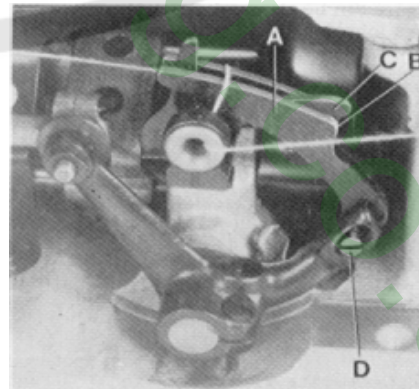

Fig.13
On the two thread double locked stitch styles, the height of the looper thread take-up (A, Fig. 13) is set so, that the cast-off hook (C) forces the looper thread over the corner (B) of the looper thread take-up (A) at the time the point of the descending needle is flush with the lower edge at looper or projects up to 1 mm (.040") below the lower edge of looper.
For setting the looper thread take-up loosen screw (D, Fig. 13).
Bei den Zweifaden-Doppelkettenstichmaschinen wird die Höhe des Greiferfadenaufnehmers (A, Fig. 13) so eingestellt, daß der Greiferfadenabzugshaken (C) den Greiferfaden zu dem Zeitpunkt über die Ecke (B) am Greiferfadenaufnehmer (A) zieht, wenn die Spitze der sich nach unten bewegenden Nadel mit der Unterkante des Greifers bündig ist oder bis zu 1 mm unterhalb der Greiferunterkante steht.
Zur Einstellung des Greiferfadenaufnehmers lösen Sie die Schraube (D, Fig. 13).